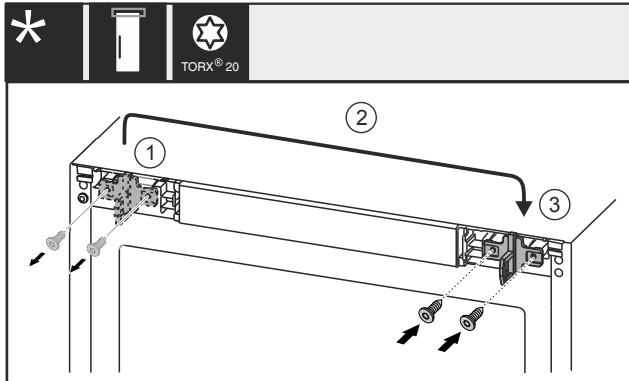

Fig. 26 带电气锁\*
- ▶ 用螺丝刀旋出螺钉 Fig. 26 (1)。\*
- ▶ 将锁钩 Fig. 26 (2) 调换到对面。\*
- ▶ 用螺丝刀放上并旋紧螺钉 Fig. 26 (3)。\*